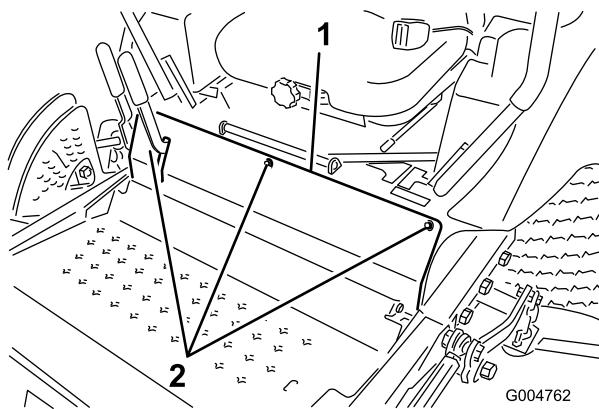

Figura 60
3. Togliete i bulloni che fissano il pannello anteriore, e rimuovete il pannello (Figura 60).